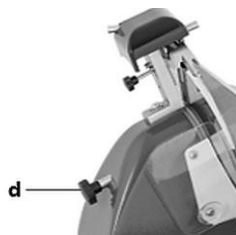

Abb. 12
2. Um die Schneidmesserabdeckung (3) zur Reinigung abzunehmen, lockern Sie die Schraube (d) an der Rückseite des Gerätes (Abb. 12) und drücken Sie diese dann in Richtung Schneidmesserabdeckung (3).
3. Nehmen Sie die Schneidmesserabdeckung (3) vom Gerät ab.